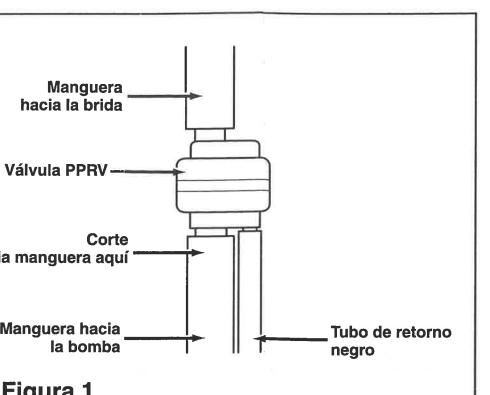

Figura 1
- A) Corte la manguera que se extiende de la bomba a la válvula PPRV (Figura 1).